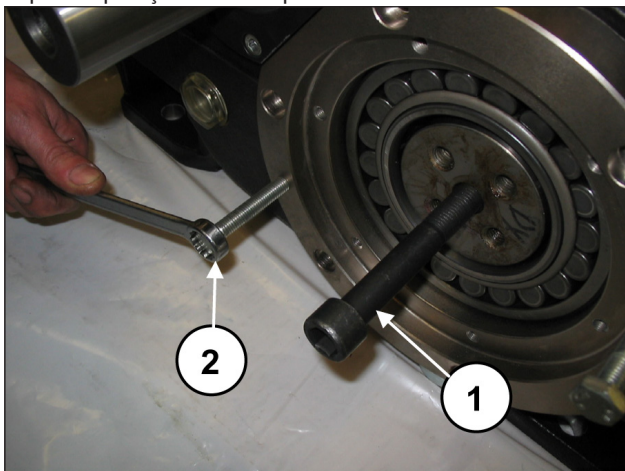
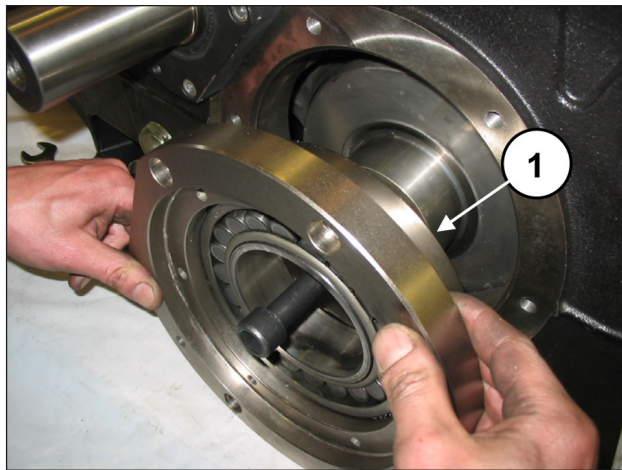

Fig. 23
Fig. 24
Aplique um pino rosqueado M16 em uma extremidade do eixo de manivela (pos. ①, Fig. 23) e, mantendo-o elevado, extraia a cobertura do porta-rolamento completo do rolamento e anel circular (pos. ①, Fig. 24). Para agilizar a desmontagem, use dois grãos ou parafusos M10 (pos. ②, Fig. 23), com a função de extratores. Repita a operação do lado oposto.